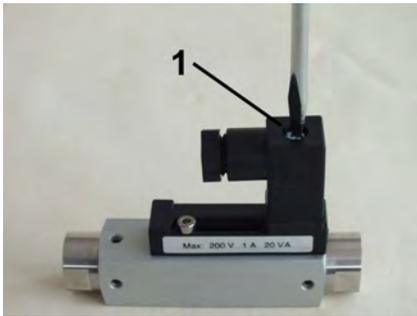

Abb. 21: Steckdose lösen
1. Befestigungsschraube (Abb. 21/1) von der Steckdose lösen
9. ➤ Steckerdose auf Gerätestecker stecken und Befestigungsschraube (Abb. 21/1) anziehen